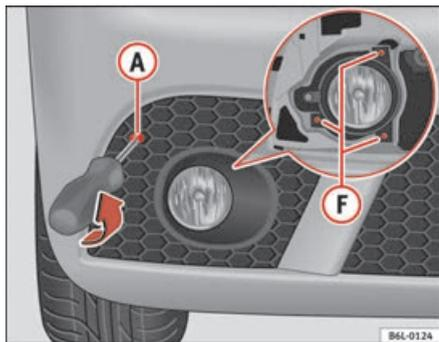

Fig. 159 Faróis de nevoeiro
- Desmonte a grade, retirando o parafuso (A) ⇒ fig. 159, retire cuidadosamente a grade pelo lado do oposto ao parafuso e liberte a tampa.
- Desmonte os parafusos de fixação (F) ⇒ fig. 159 e uma vez solto, desligue a ficha.